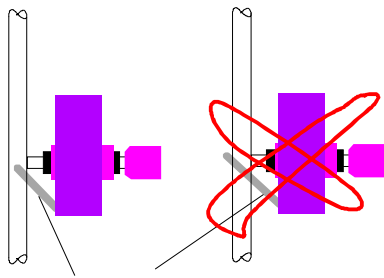

Figure 7: Position du repose flèche (vue de dessus)
Décoche manuelle (AO, PM): Le porte flèche ne doit pas dépasser le fût de la flèche (Figure 7)
1. Assurez vous que le bras du repose flèches ne dépasse pas du fût lorsque la flèche repose sur le repose flèche et s'appuie contre le bouton Berger (Figure 7, page 3).